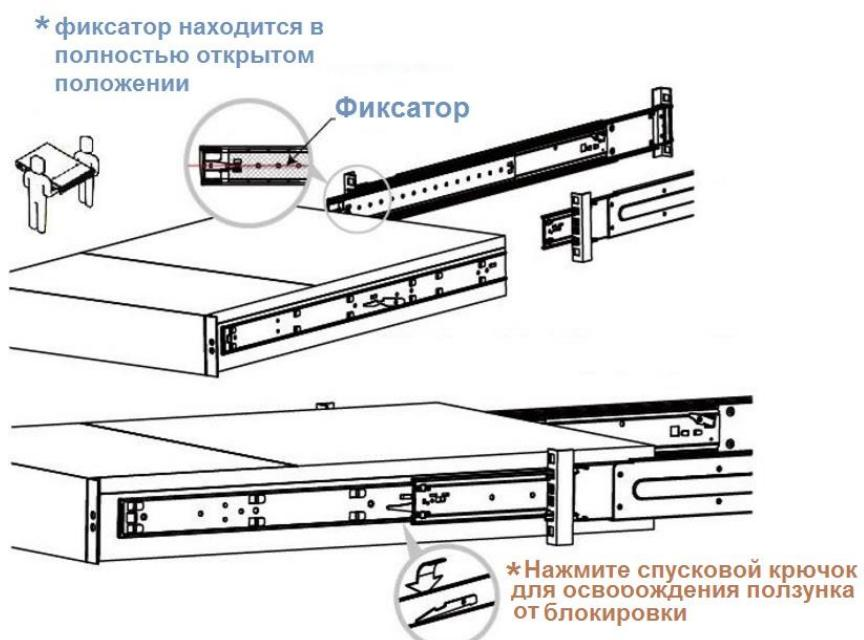

Рисунок 224 – Монтаж модуля в шкаф
- Установите корпус модуля хранения в стойку. Вставьте внутренние элементы телескопических направляющих в ответные части закрепленные в стойке, как показано на рисунке (см. Рисунок 224). Важно проверить, что перед установкой на шасси, фиксатор находится в полностью открытом положении. Если фиксатор не в полностью открытом положении при монтаже направляющих, это может вызвать их повреждение. Во время сдвигания телескопических направляющих обратно в стойку, необходимо разблокировать стопор, нажав на рычажок фиксатора.